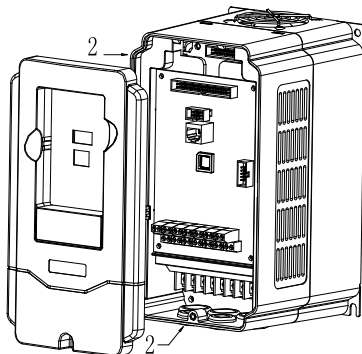

图 3-6 盖板的安装
- ◆ **安装:**将安装螺孔对齐后,上好螺钉即可,如图 3-6 所示。